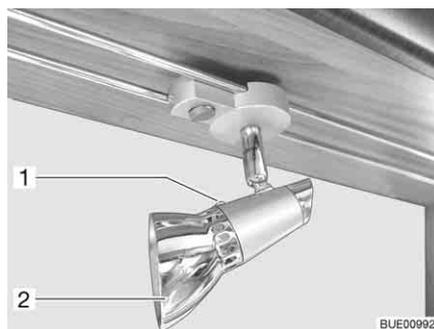

Fig. 240 Projetor de halogéneo (deslocável)
- Desaperte o parafuso de fixação (Fig. 240,1).
- Retire o quebra-luz (Fig. 240,2).